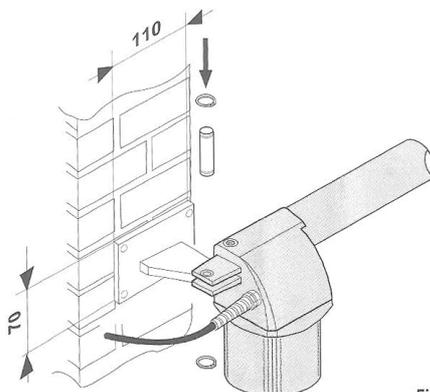

Fig4
Si la columna es de mampostería amurar primero una placa (fig.4 ) luego soldar en esta el soporte.
- 2) Fijar al soporte posterior con los tornillos que se entregan de serie (fig.4 ).